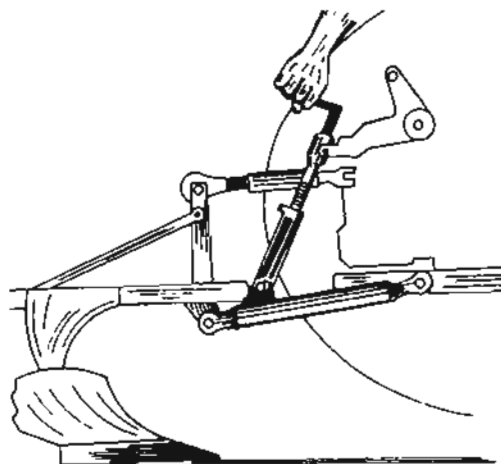

Fig. 6
- c Gradúe transversalmente accionando la manivela del brazo inferior derecho hasta lograr que el bastidor del apero quede paralelo al suelo (fig. 6).